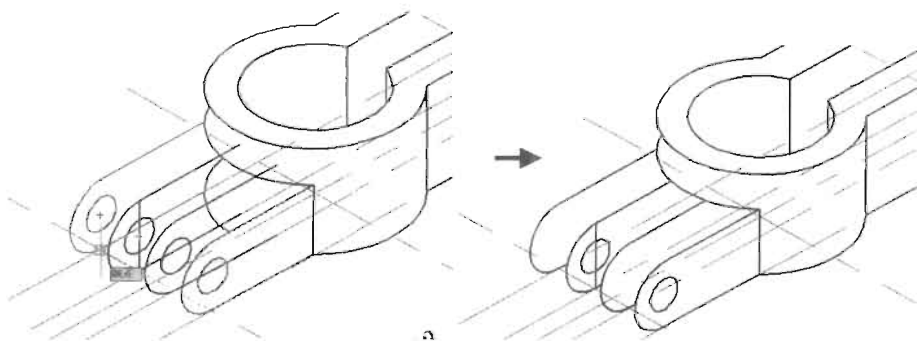

图 11-76
(13) 单击“修改”工具栏中的“复制”按钮，将上一步中修剪后的图形进行复制，然后进行修剪，如图 11-76 所示。